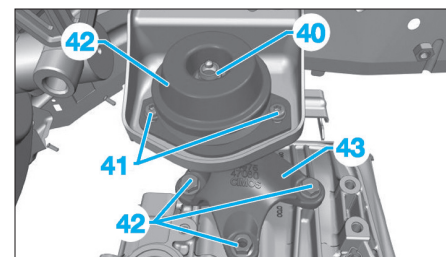

Fig. 77
- l'écrou (40) (**Fig.77**),
- les vis (41),
- les fixations (42),
- le support (43).